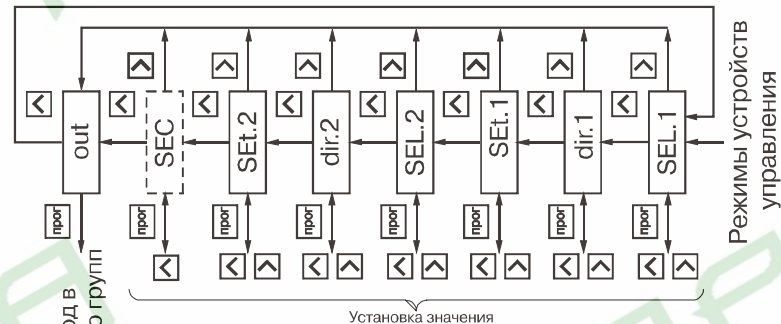

Рис. 26
6.1.9. Группа "**GrouP\_d**" (рис. 26) содержит параметры **SEL1** и **SEL2**, задающих входную величину соответственно для ЛУ1 и ЛУ2, параметры **SEt1** и **SEt2**, определяющие логику их работы и параметры **dir1**, **dir2**, определяющие направление счета при котором должны срабатывать выходные устройства.